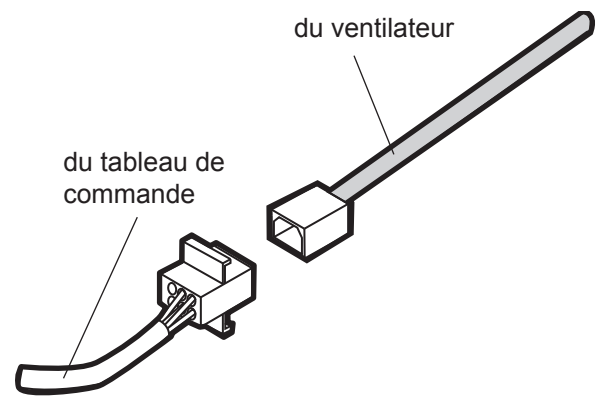

Figure 10 : Câblage de la hotte avec un ventilateur intégré
3. Branchez la fiche de connexion Molex dans le connecteur situé à l'intérieur de la hotte, *comme illustré sur la Figure 10*.